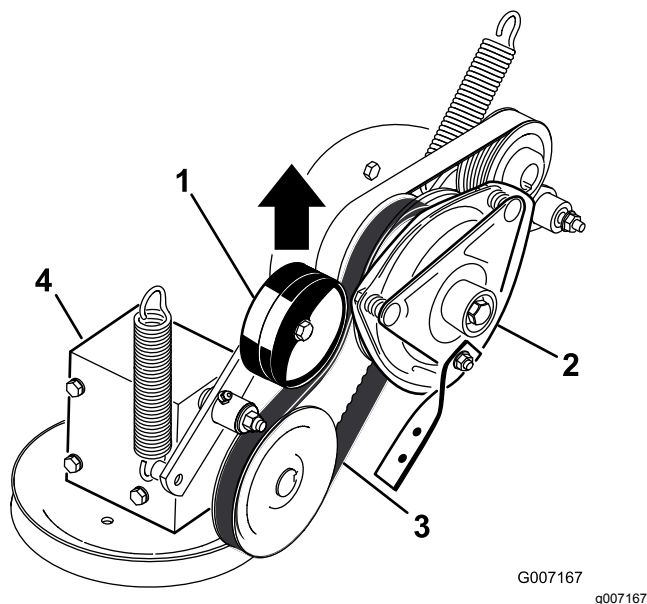

Figure 68
5. Tirez sur la poulie de tension rappelée par ressort de la courroie d'entraînement de PDF et retirez la courroie de la poulie d'embrayage (Figure 68).
16. Fixez la barrette caoutchouc de l'embrayage sur le cadre de la tondeuse au moyen des 2 boulons et écrous retirés précédemment (Figure 68).
17. Tirez sur la poulie de tension rappelée par ressort de la courroie d'entraînement de PDF et placez la courroie sur la poulie d'embrayage (Figure 68).